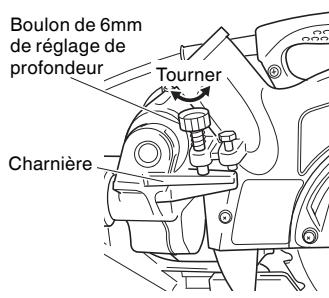

Fig. 12
Pour régler la position limite inférieure de la lame de scie, procéder aux opérations (1) de la figure 12.
- (1) Abaisser la tête du moteur et tourner le boulon de 6 mm de réglage de profondeur et régler de manière qu'il y ait un jeu de 5/64" à 1/8" (2 à 3 mm) entre la position limite inférieure de la tête du moteur et le dessus de la pièce pour la position limite inférieure de la lame de scie position où la tête du boulon de 6 mm de réglage de profondeur vient en contact avec la charnière.